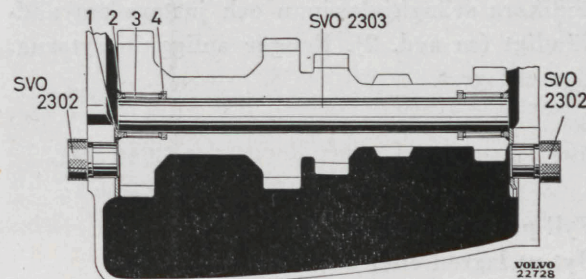

Bild 31. Montering av mellanhjul.
3. Fäst brickorna vid huset med t. ex. fett. Styr upp dem med dorn SVO 2302, se bild 31. Lägg ned mellanhjulet i botten på huset.